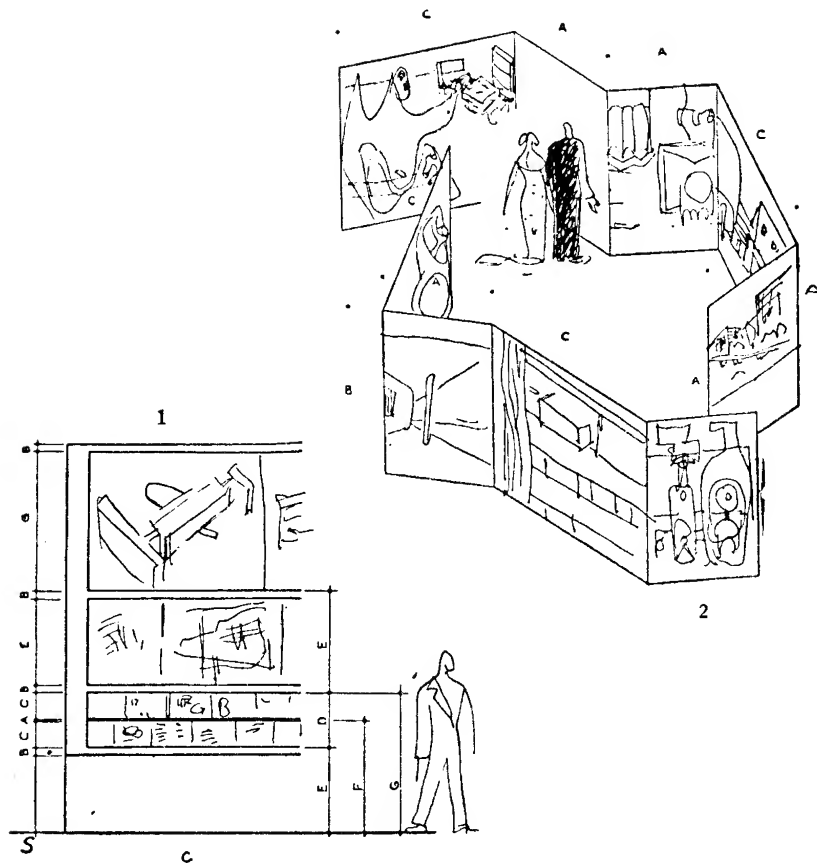

FIG. 63
a) *El muro de demostración*: 1). Fig. 63.